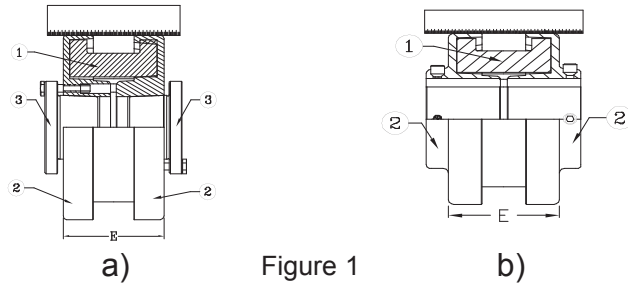

Figure 1
- E** Using the dimension E (see Table 1 and Figure 1), settle the right space between both flanges to get approximately the same shaft length on both sides. Fix one half of the coupling in position. Move the other half far enough away to install the sleeve.
- F** Position the loose flange according to the reference dimension E (see Table 1 and Figure 1) by seating the sleeve in the teeth of each flange and make sure it touches the inner face of both flanges.
- H** Check for shaft alignment with a straight edge over the outside plane surfaces of the flanges. Be sure to check all around 360 degrees (See Figure 1). Misalignment should not exceed values shown on Table 1.
- E** En utilisant la dimension E (voir table 1 et figure 1), régler l'espace requis entre les deux moitiés de l'accouplement en ayant approximativement la même longueur d'arbre de chaque côté. Fixer une moitié de l'accouplement. Déplacer l'autre moitié suffisamment loin pour installer l'élément.
- F** Positionner la bride mobile selon la dimension de référence E (voir table 1 et figure 1) en insérant l'élément entre les dents de chaque bride en s'assurant que celui-ci soit complètement en appui avec la face intérieur des brides.
- H** Vérifier l'alignement des arbres en plaçant une règle sur la surface plane du diamètre extérieur des brides. S'assurer de vérifier sur 360 degrés (Voir figure 1) Le niveau d'alignement doit respecter les valeurs de la table 1.